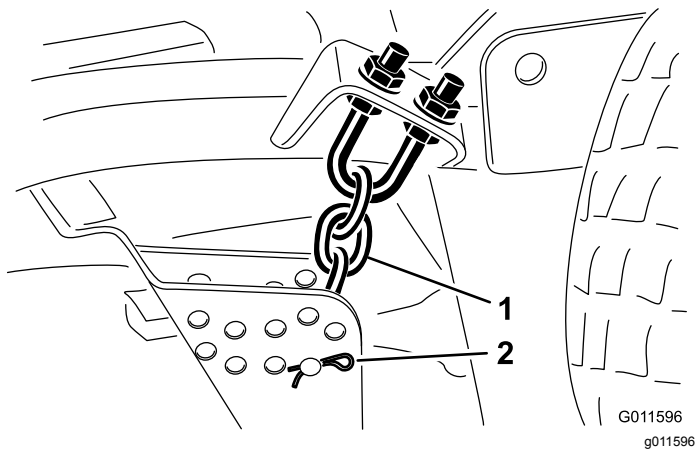

Figura 7
11. Retire las chavetas y los pasadores que sujetan las cadenas de ajuste de la altura de corte a la parte trasera de la unidad de corte (Figura 7).